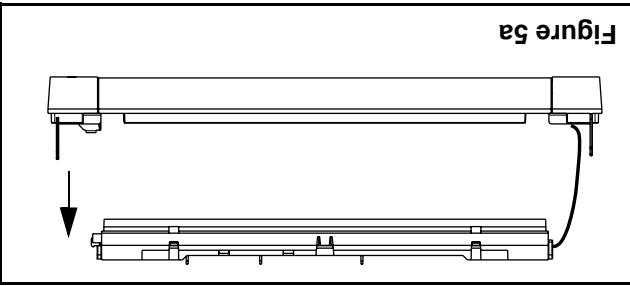

Figure 5a
2. Montage encastré au mur (Figures 5a, b, c)